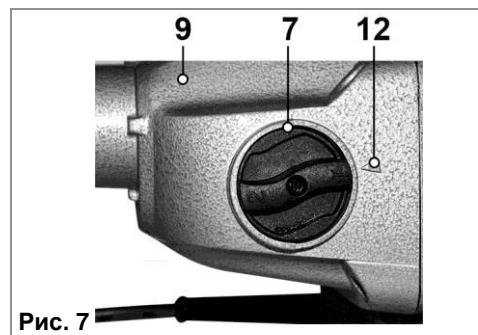

Рис. 7
на корпусе редуктора (9) машины (только для модели **МЭ-2 1400Э**, Рис.7).